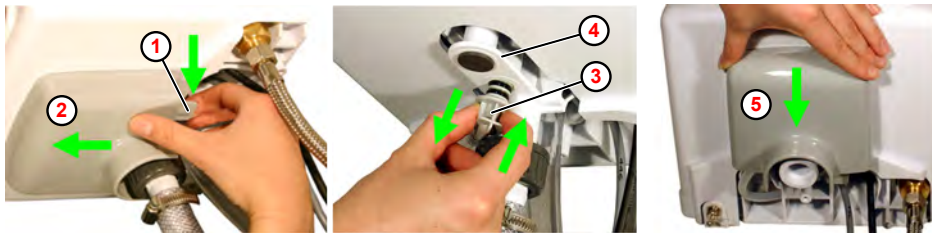

Fig. 15: Bloccaggio tramoggia
1. ➤ Tirare verso il basso la linguetta di sicurezza (Fig. 15 , ①).
2. ➤ Fare scorrere in avanti/rimuovere il blocco tramoggia ② .